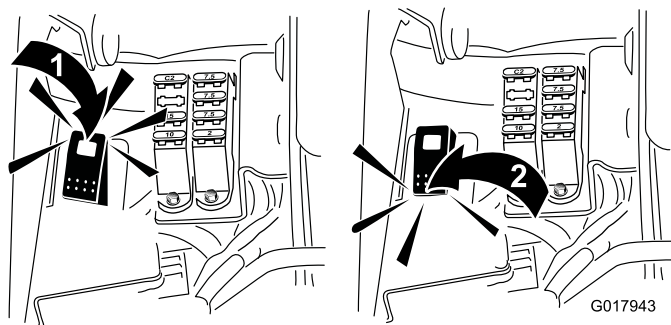

図 51
5. バックラップスイッチを逆転（R）位置にセットする（図 51）。